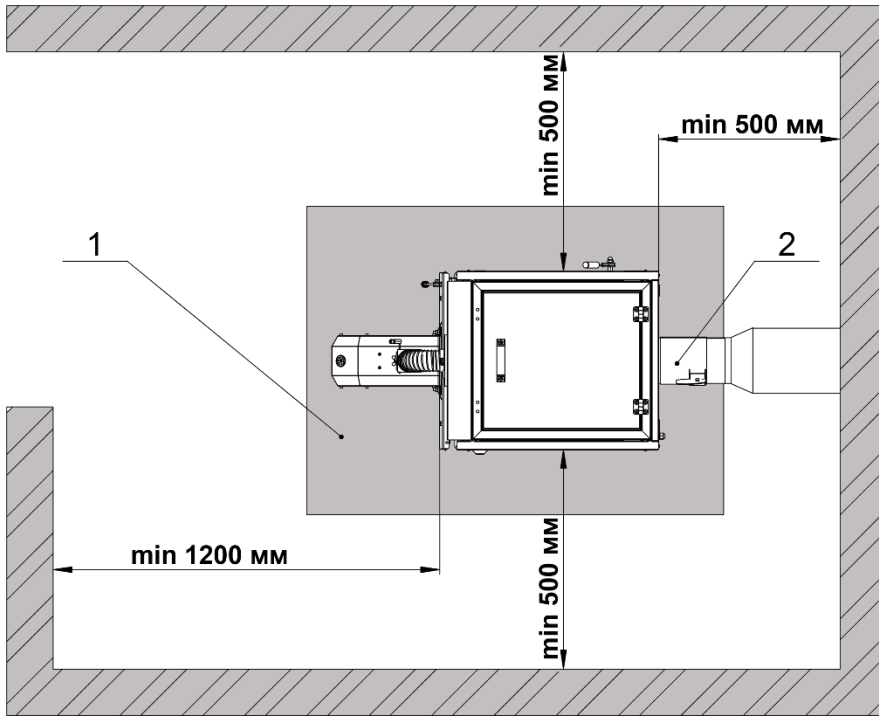

Рис. 12 Установка котла
Фундамент (рис.12 поз.1) должен быть больше основания котла. С передней стороны не менее чем на 300 мм, с других сторон примерно на 100 мм.
- Подсоединить к патрубку дымохода (рис.2 поз.12) шибер-заслонку (рис.12 поз.2) (идет в комплекте) и затем к ней дымовую трубу.